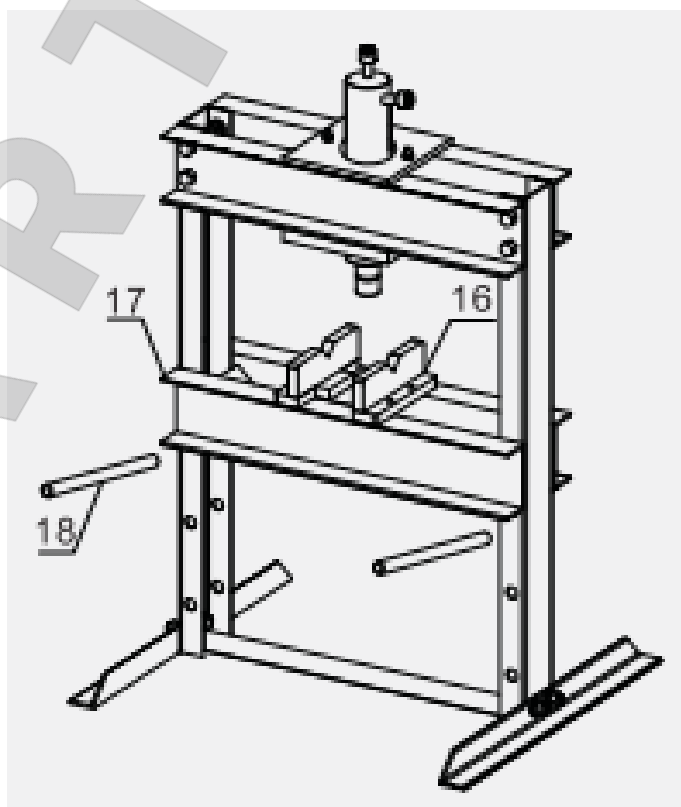

Рисунок 6.
6. Вставьте оси траверсы (18) в отверстия в опорных стойках на одинаковой высоте. Поместите траверсу (17) между опорными стойками, как показано на Рисунке 6, затем опустите её на оси траверсы. Траверса должна встать горизонтально между опорными стойками. Уложите плиты-призмы (16) на траверсу (17). См. Рисунок 6.